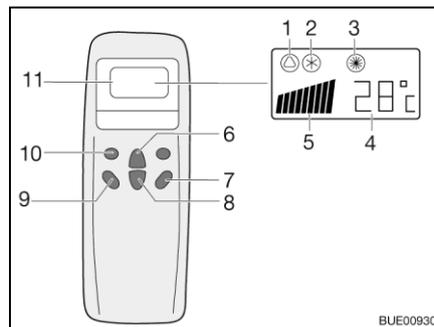
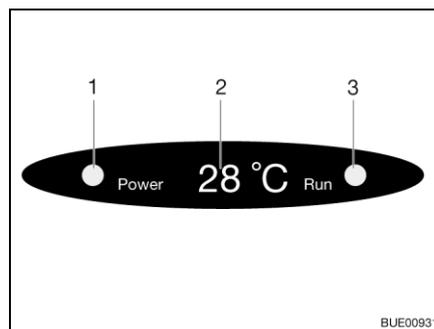

Fig. 226 Télécommande
Fig. 227 Affichage sur le diffuseur
- Appuyer sur la touche "ON/OFF" (Fig. 226,7).
- Appuyer sur la touche "Mode" (Fig. 226,10) autant de fois que nécessaire pour que le mode de fonctionnement souhaité (Fig. 226,1, 2 ou 3) s'affiche à l'écran. Le voyant de contrôle correspondant s'allume sur l'écran du diffuseur (Fig. 227,3).
- Régler la température souhaitée avec les touches d'augmentation de la température (Fig. 226,6) ou de diminution de la température (Fig. 226,8).
- Sélectionner le niveau de ventilation souhaité à l'aide de la touche de vitesse du ventilateur (Fig. 226,9).